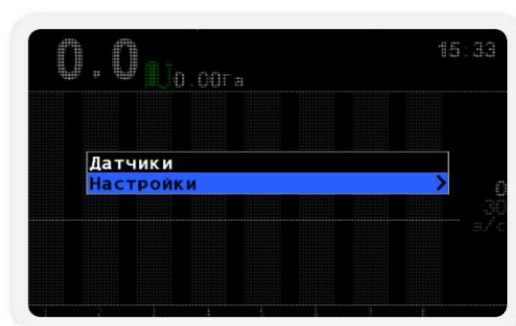

Рисунок 59
4. Кнопками  «Вверх» и  «Вниз» выбрать пункт меню «Настройки» (см. Рисунок 59) и нажать  «Меню».